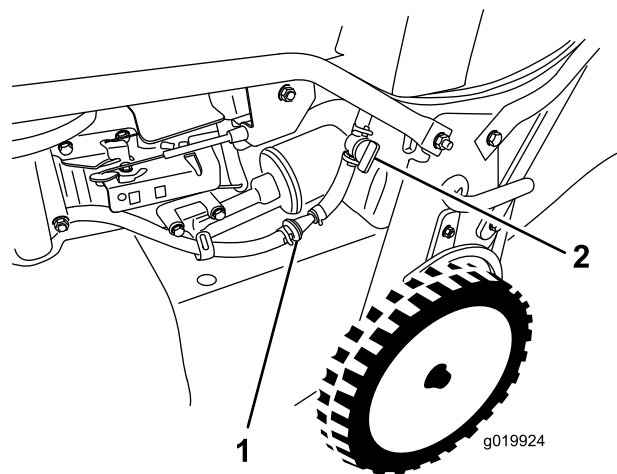

Figura 33
3. Cierre la válvula de cierre del combustible (Figura 33).
4. Retire el filtro de combustible (Figura 33) del tubo de combustible aflojando las abrazaderas de cada lado del filtro de combustible.